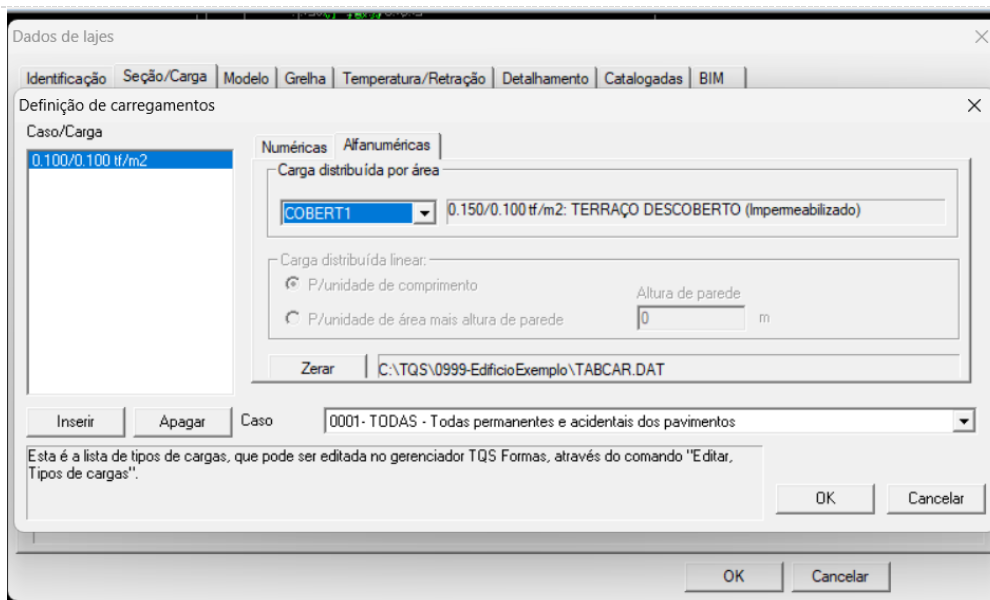

Figura 16 – Dados de lajes
-Clique no botão “Alterar” e depois em “alfanuméricas” para definir a carga de uso na laje (Figura 16).